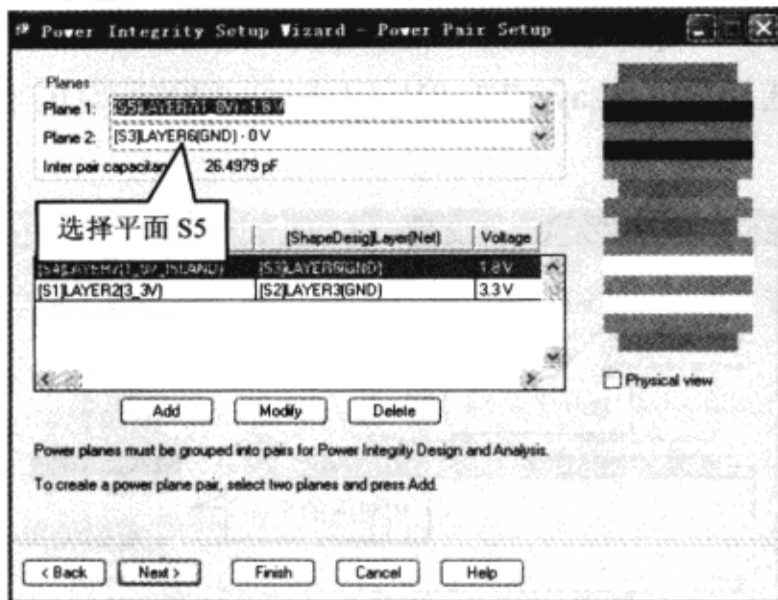

图 10-7-37 为平面对选择平面
(7) 在“Planes”区域的“Plane 1”栏中选择电压平面“[S5]Layer7(1\_8V)-1.8V”，如图 10-7-37 所示。